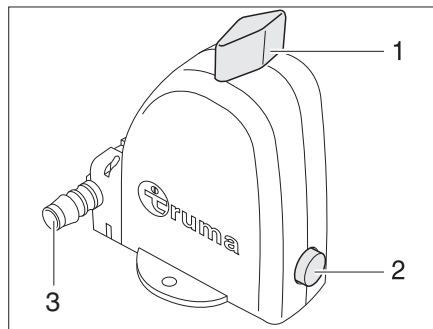

Fig. 199 Valve de sécurité et de vidange du chauffe-eau - Position de fonctionnement
Le chauffe-eau est équipé d'une valve de sécurité et de vidange (Fig. 199). La valve de sécurité et de vidange empêche que l'eau ne gèle dans le chauffe-eau lorsque le chauffage n'est pas allumé en cas de gel.
- ▷ Veiller à ce que la tubulure d'évacuation (Fig. 199,3) de la valve de sécurité et de vidange ne soit jamais obturée (p. ex. par des feuilles, du gel).
- Contrôler si l'interrupteur rotatif (Fig. 199,1) est en position "Fonctionnement" et est verrouillé.
- Actionner le bouton-poussoir (Fig. 199,2), la vanne de vidange est fermée.